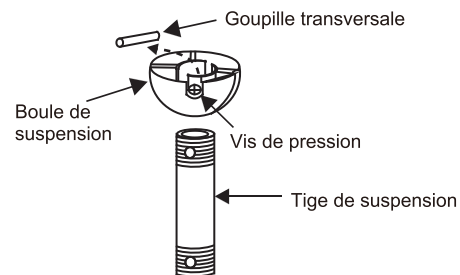

Fig. 7
Étape 5. Retirez la boule de suspension de la tige de fixation en desserrant la vis de blocage, en dévissant et en retirant la goupille transversale et en retirant la boule de la tige (**Fig. 7**).